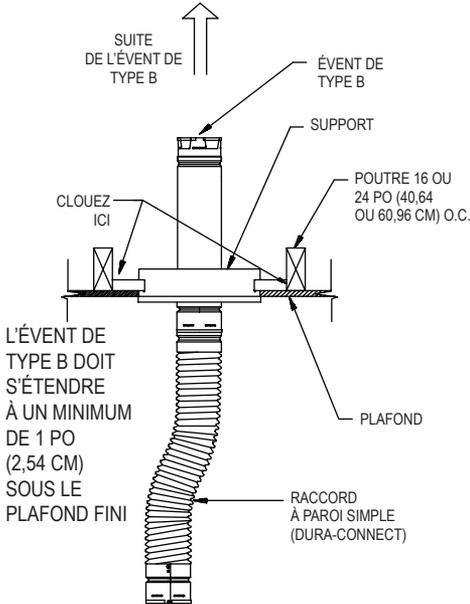

Figure 14
2. Assemblage. Après avoir déterminé l'emplacement de l'évent de type B, assemblez le support et les fixations. Clouez l'assemblage au bas des solives, comme indiqué sur la *Figure 14*. Une fois le support en place, tracez et découpez un trou dans la plaque de plâtre d' diamètre plus grand de 1/8 po que le support et clouez-le en place. Faites passer les sections du conduit par le trou du support, raccordez le raccord DuraConnect ou DuraConnect II et fixez le collet de façon à ce qu'il repose à l'intérieur du et soutienne le conduit. Ajustez le conduit à la hauteur souhaitée et serrez le collet. Cela fournira un système complet de soutènement.